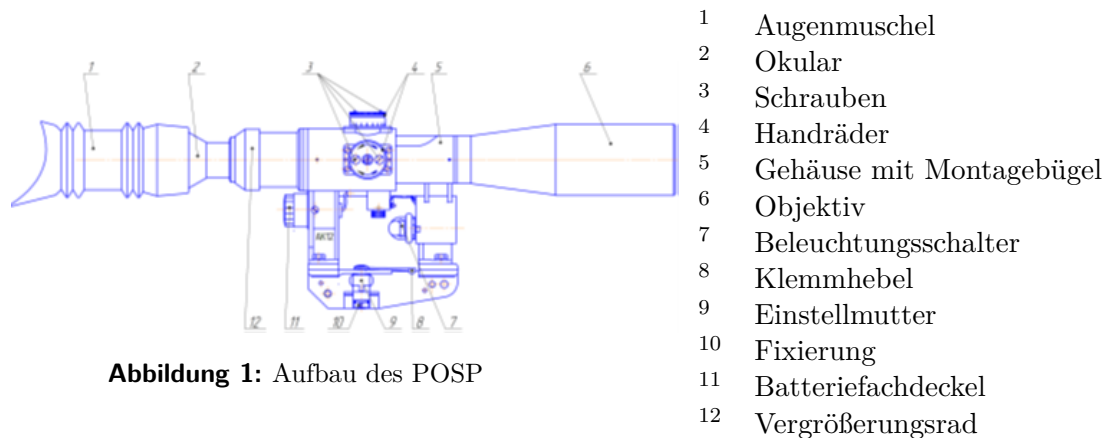

Abbildung 1: Aufbau des POSP
- Schrauben Sie den Deckel des Batteriefachs (11) ab (Abbildung 1).
- Schrauben Sie den Deckel des Batteriefachs (11) fest zu.
Öffnen Sie den Klemmhebel (8) in Richtung des Schaftes und setzen Sie das Visier auf die Führung, bis es an der Seite des Schaftes anstößt. Anschließend den Klemmhebel (8) (Abb. 1) zur Fixierung des Visiers wieder umlegen.
Die Konstruktion des Montagebügels ermöglicht eine Vorauswahl der Spannkraft mit Hilfe der Einstellmutter (9) (Abb. 1). Zu diesem Zweck ist es notwendig, die folgenden Operationen durchzuführen:
- Drücken der Fixiervorrichtung (10) (Abb. 1) bis zum Lösen der Einstellmutter (9) (Abb. 1);
- Einstellmutter (9) (Abb. 1) drehen, um die erforderliche Spannkraft zu erreichen
- Stellschraube (10) (Abb. 1) in die Ausgangsposition zurückdrehen
- Ausrichtung des Absehen mit Hilfe der Handräder (4) durchführen (Abb. 1);
- Schrauben (3) (Abb. 1) an den Muttern der Türme (4) (Abb. 1) lösen;
- Schrauben (3) (Abb. 1) anziehen;
Auf der rechten Seite des Gehäuses befindet sich ein Drehrad (4) (Abb. 1) mit der Skala der Seitenkorrektur auf dem zylindrischen Teil. Auf der Handradmutter sind die Richtungen der Verschiebung der Ziellinie relativ zur Nullstellung des Visiers bei der Einführung der Seitenkorrektur angegeben (bei der Nullstellung des Visiers werden die Skalen der Handräder auf Null gestellt). Die Verschiebung des Handrades um einen Klick entspricht der Verschiebung der Ziellinie um einen Zentimeter bei einer Entfernung von 100 m und 0,1 m bei einer Entfernung von 1000 m. Die Halterung im Einstellurm ermöglicht die Einstellung von Zwischenwerten (zwischen einzelnen Punkten) mit Korrekturen von einer Winkelminute ($1'$).
Mit Hilfe des Vergrößerungsänderungsringes (12) (Abb. 1) können Sie die sichtbare Vergrößerung im Verhältnis 4x bis 12x verändern.
Das Visier bietet die Möglichkeit des gezielten Schießens bei ungenügender Ausleuchtung des Absehens. Die Beleuchtung des Absehens kann mit dem Beleuchtungsschalter (7) eingeschaltet werden (Abb. 1).